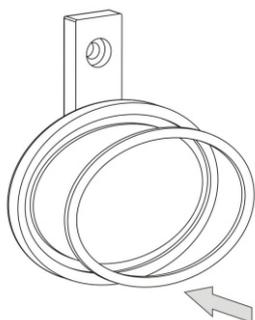
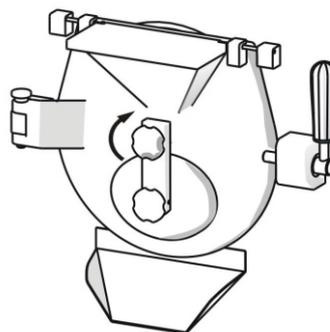

图 20
图 21
- 安装小门: 先将密封圈安装到小门的密封槽上(如图 20), 然后将小门组件安装到出料门上, 装上并拧紧“锁紧螺母”。(如图 21)